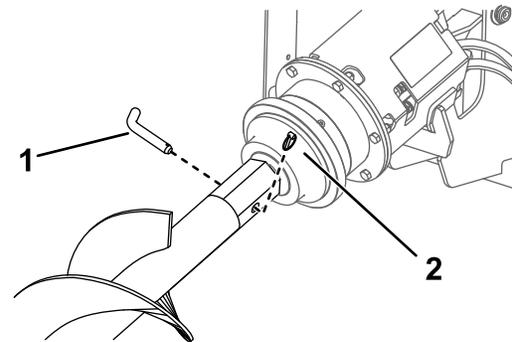

Figure 5
4. Retirez la goupille et la goupille de blocage qui fixent la tête d'entraînement à la tarière (Figure 5).